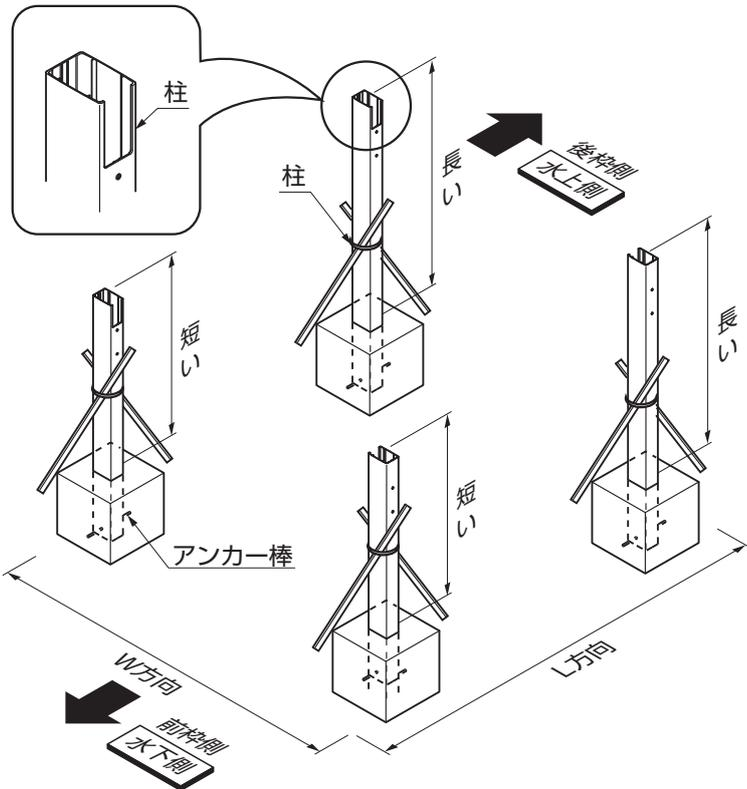

図2-1
① 柱にアンカー棒を差込み、柱を建込んでください。(図2-1参照)